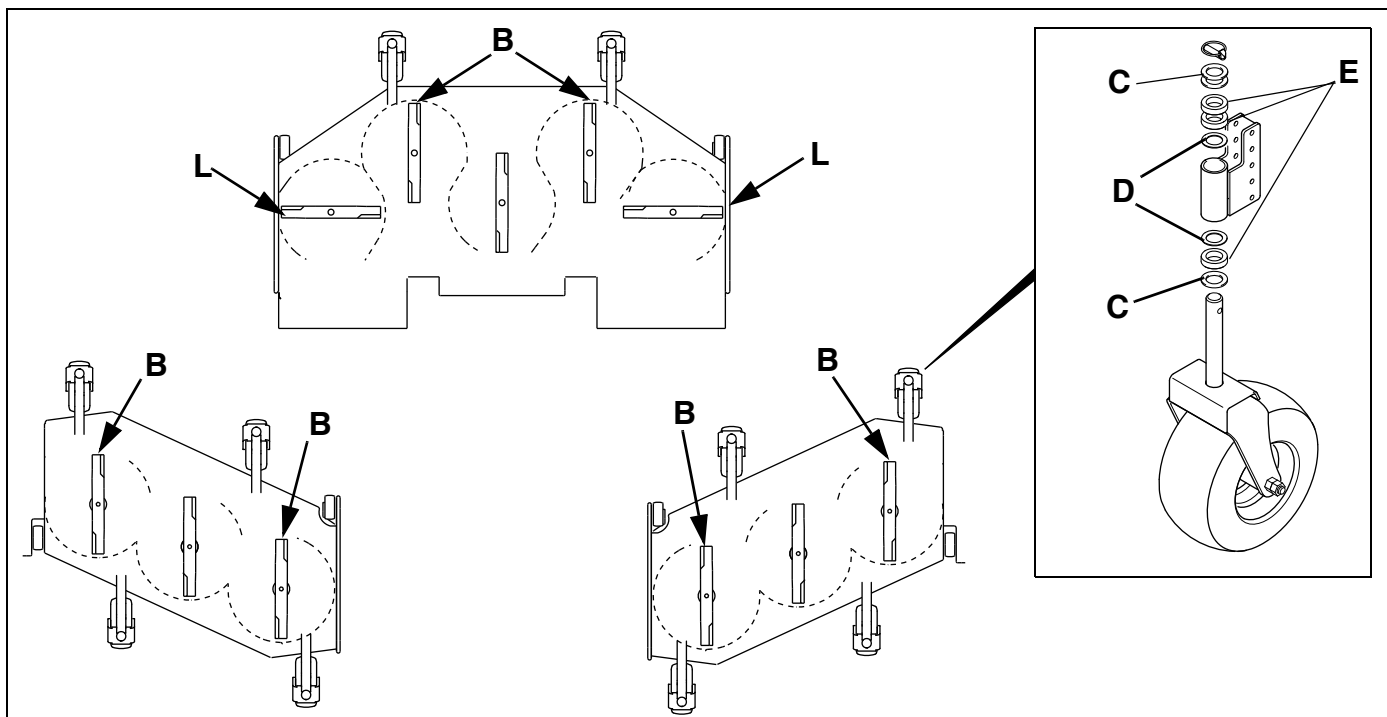

Figura 3A
2. Ruotare le lame del piatto anteriore nelle posizioni indicate in **Figura 3A**.